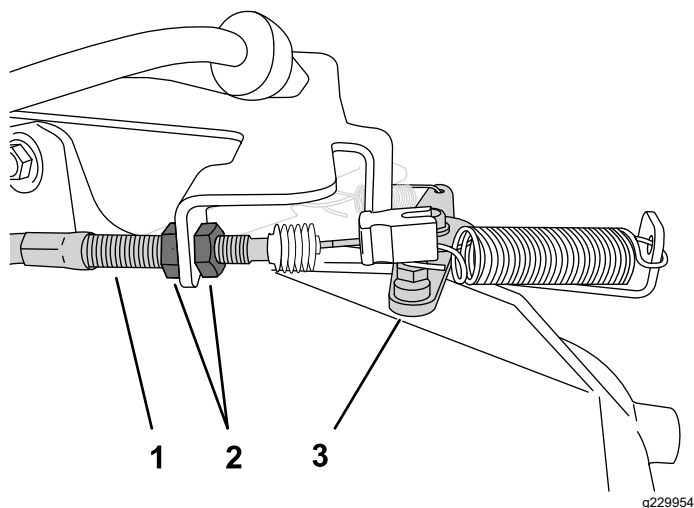

Figura 42
2. Per aumentare il minimo inferiore, in corrispondenza dell'alloggiamento dei cavi dell'acceleratore, allentate il controdado anteriore e serrate il controdado posteriore (Figura 42).